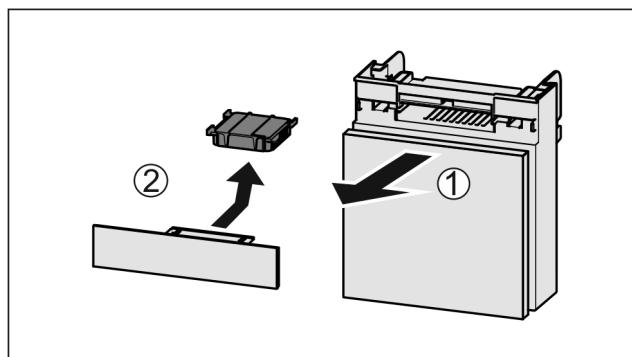

Fig. 36
- Издърпайте Fig. 36 (1) напред отделението.
- Извадете Fig. 36 (2) филтъра с активен въглен.